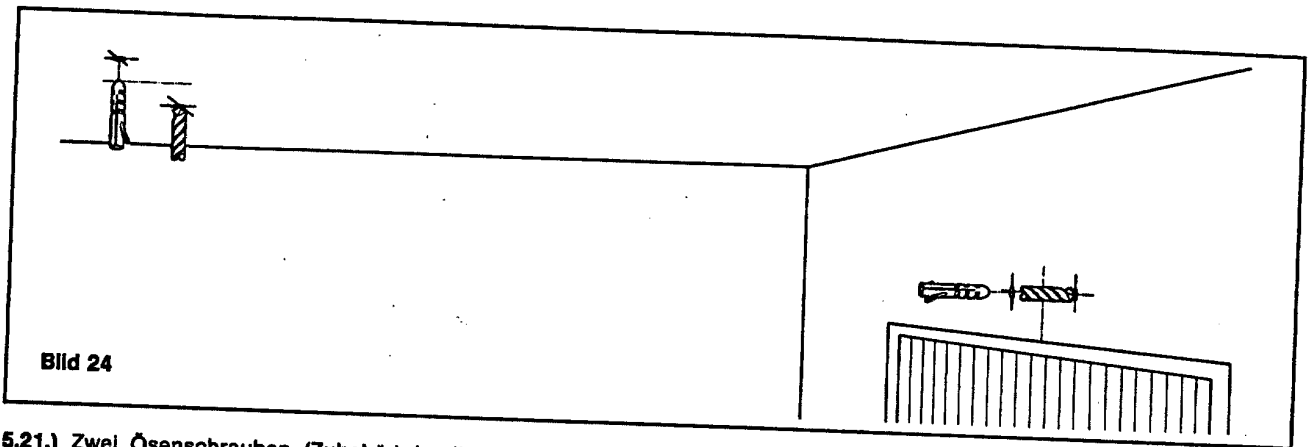

Bild 24
5.20.) An den 4 Befestigungspunkten mit Schlagbohrmaschine mit Bohrer  $\varnothing$  8 mm Plastikdübel (Zubehör) setzen (Bild 24).